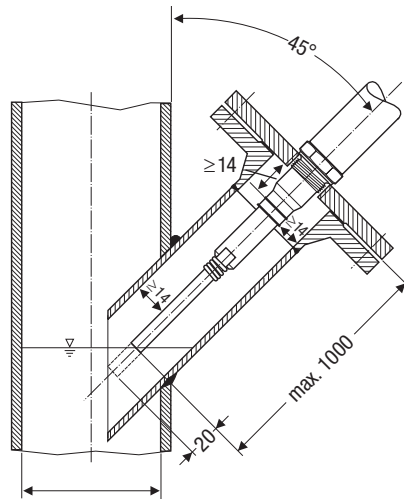

Fig. 17 Schrägeinbau z.B. in steigende Vorlaufleitungen von Heißwasseranlagen oder Behältern
- Der Neigungswinkel der Elektrode darf maximal 45° betragen, die Länge des Elektrodenstabs ist dabei auf 1000 mm begrenzt. **Fig. 17, 21**